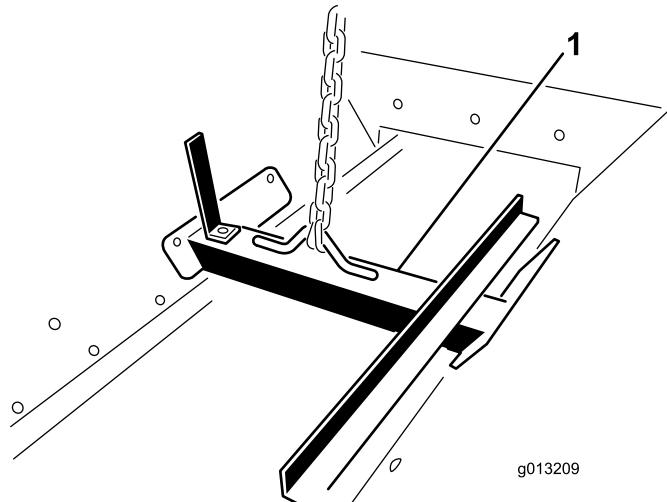

Рисунок 13
- Прикрепите подъемное устройство к подъемному кронштейну внутри загрузочного бункера с помощью болтов (Рисунок 13).